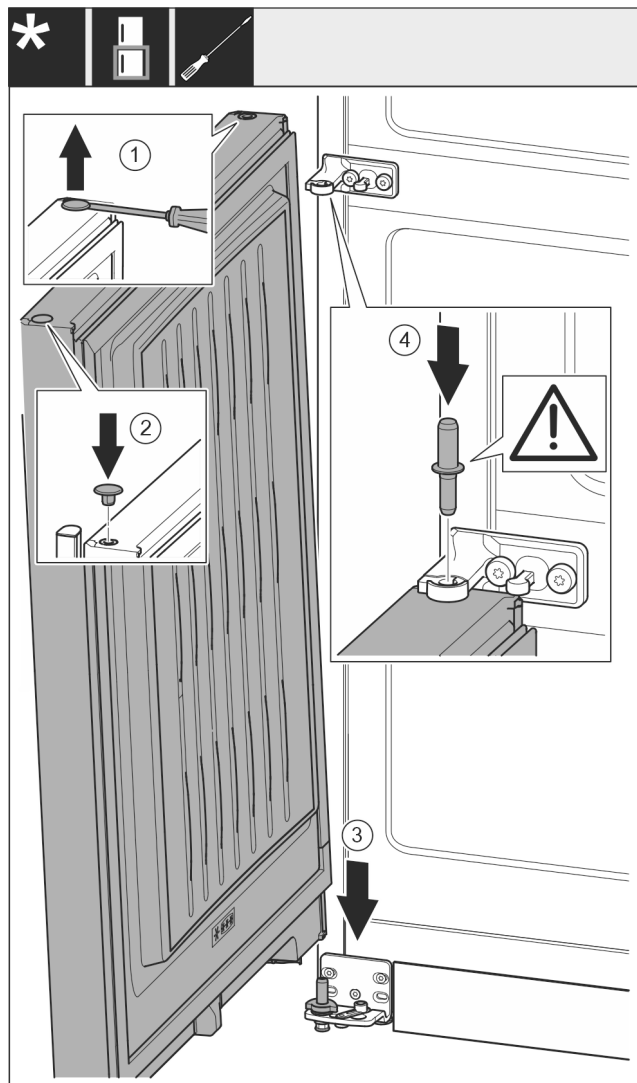

Fig. 18
- ▶ Zátku opatrně nadzvedněte plochým šroubovákem a vytáhněte. Fig. 18 (1)
- ▶ Zátku opět vložte na druhé straně dveří. Fig. 18 (2)
- ▶ Dveře nasadte shora na dolní ložiskový čep. Fig. 18 (3)
- ▶ Prostřední ložiskový čep vložte do dolních dveří přes prostřední stojan ložiska. Přitom dávejte pozor, aby zajišťovací vačka směřovala dozadu. Fig. 18 (4)